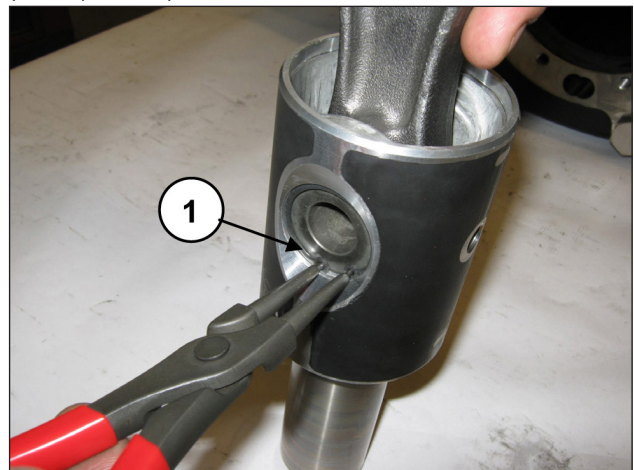
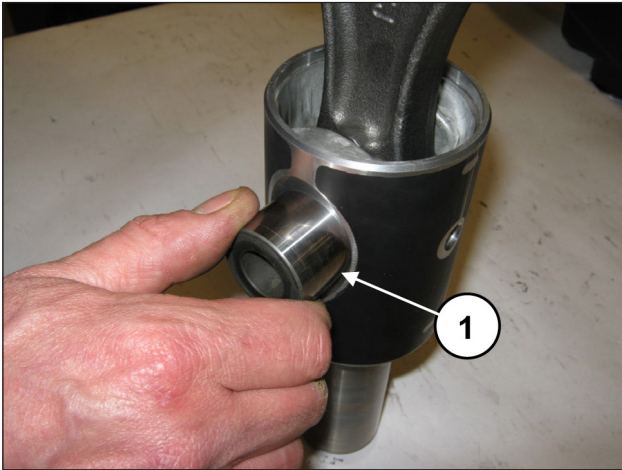
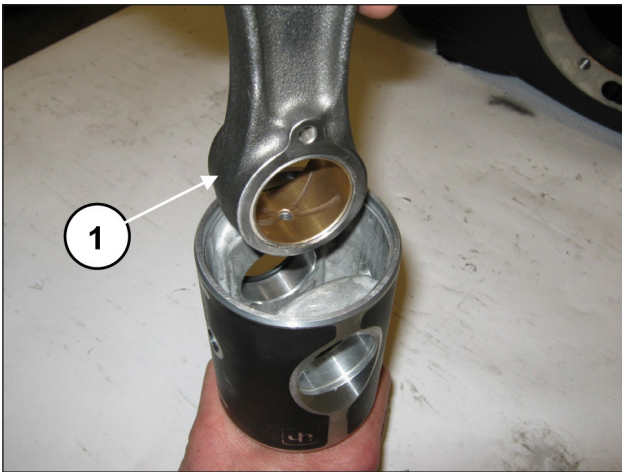

Abb. 39
Abb. 40
Abb. 41
Entfernen Sie die zwei Seegerringe zur Sicherung des Bolzens (Pos. ①, Abb. 39).
Streifen Sie den Bolzen ab (Pos. ①, Abb. 40) und ziehen Sie die Pleuelstange heraus (Pos. ①, Abb. 41).
Setzen Sie die Pleuelstange in die Pleueiführung ein (Pos. ①, Abb. 41) und anschließend den Bolzen (Pos. ①, Abb. 40). Montieren Sie die zwei Seegerringe zur Sicherung (Pos. ①, Abb. 39).